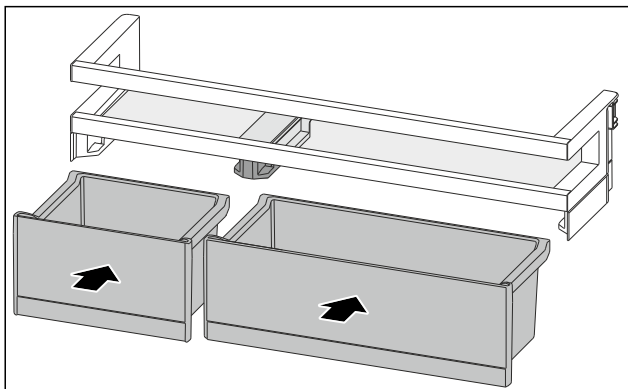

Fig. 197
- ▶ VarioBoxen in getauschter Anordnung einsetzen. (siehe Fig. 197)